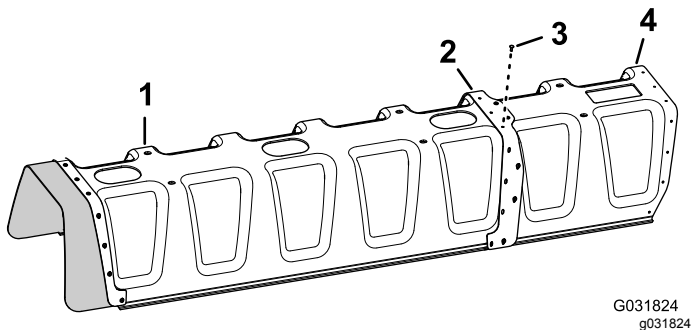

Bild 147
4. Befestigen Sie die Abdeckungsverlängerung mit 11 Blindnieten (Toro Bestellnummer 114439) an der 11. Düsenabschnittsabdeckung (Bild 147).